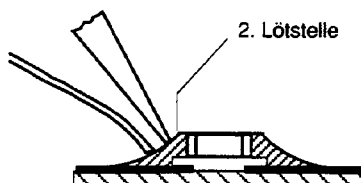

Fig. 5
5. Schritt: Freie Seite löten. Nach dem Erkalten die erste Lötstelle nochmals nachlöten (Fig. 5).